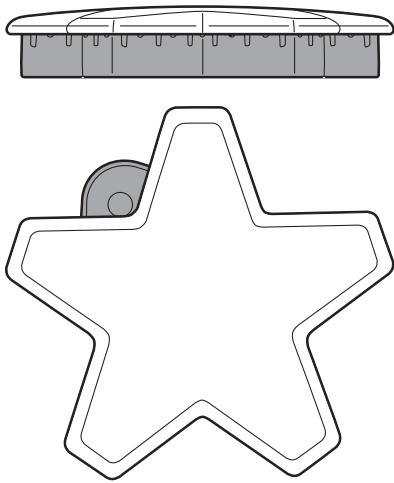
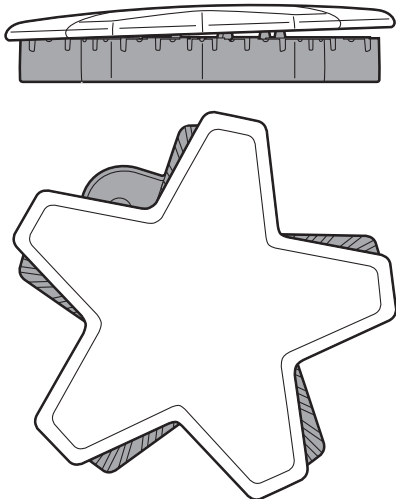

Figura 12: Tapa de quemador colocado correctamente
Figura 13: Tapa de quemador colocado incorrectamente
5. **Asegúrese de que las tapas de los quemadores STAR® estén bien colocados en sus bases (Figura 12 y Figura 13).** Encienda cada quemador para asegurarse de que el color de la llama es correcto.
- Compruebe cada quemador para asegurarse de que no hay espacio entre la tapa y la base del quemador. Vea las *Figura 12* y *Figura 13* para ejemplos de tapa de quemador instalada correcta e incorrectamente.
- Puede intentar mover con cuidado las tapas de los quemadores lateralmente para asegurarse que están colocadas correctamente en su base. Cuando es el caso, las tapas están rectas en la base y cubren completamente la base del quemador en forma de estrella al miraras desde arriba, como se muestra en la *Figura 12*.